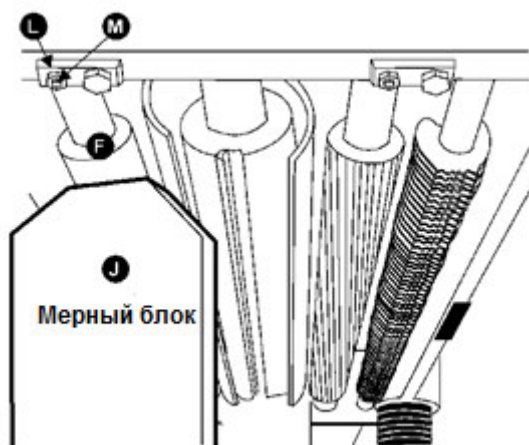

Рис. 23
5. Извлеките щуп и сдвиньте мерный блок (J, см. Рис. 23) под один конец ролика разгрузки (F, см. Рис. 23). Нижняя часть ролика разгрузки должна только касаться вершины измерительного блока. Если необходима регулировка ролика разгрузки, ослабьте стопорную гайку (L, см. Рис. 23) и поверните винт (M, см. Рис. 23), пока ролик разгрузки не коснется мерного блока. Затем затяните стопорную гайку (L, см. Рис. 23).